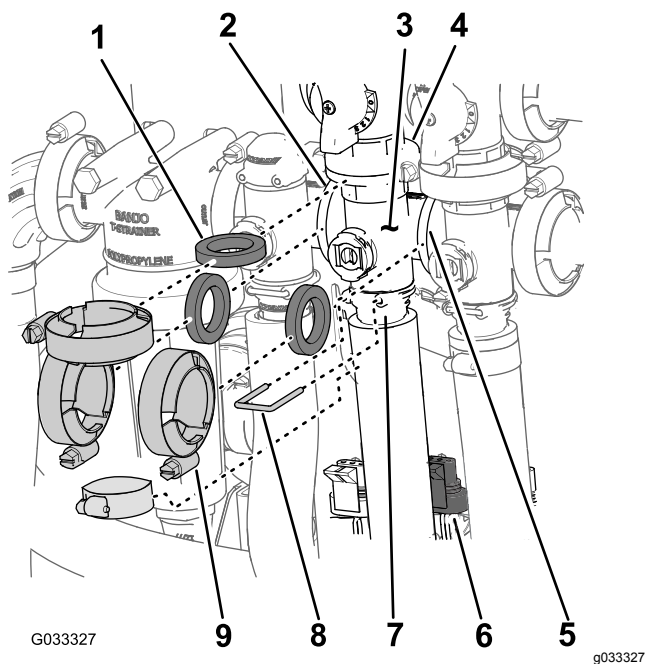

Figure 64
- Déposez les colliers et les joints qui fixent le collecteur de la vanne d'agitation (Figure 64) à la vanne de dérivation d'agitation, au régulateur de débit, à la vanne maîtresse des sections et au raccord adaptateur (régulateur de pression d'agitation).
- Retirez l'étrier qui fixe le raccord de sortie au collecteur de la vanne d'agitation (Figure 64).